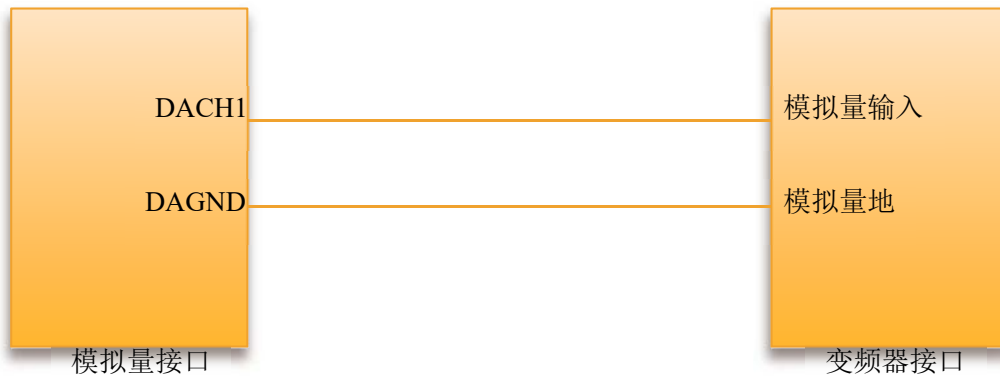

图 A.1 第一种接线方式
- 1、如果上图接线可以满足要求，请按照图 A.1 第一种接线方式接线。